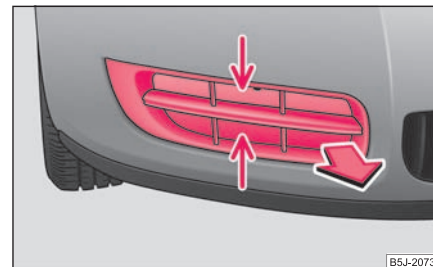

Fig. 196 Bara de protecție față: Grilajul protector
- Apucați grilajul de locurile marcate cu săgeți și scoateți-l ⇒ pagina 211, fig. 196.